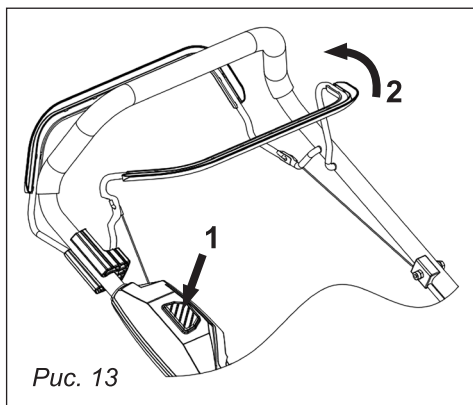

Рис. 13
Рычаг включения остановки двигателя — расположен на рукоятке управления спереди (рис. 13).
Блок защиты от случайного включения — расположен справа на рукоятке управления (рис. 13).
4. Нажмите и удерживайте клавишу защиты от случайного включения (рис. 13).